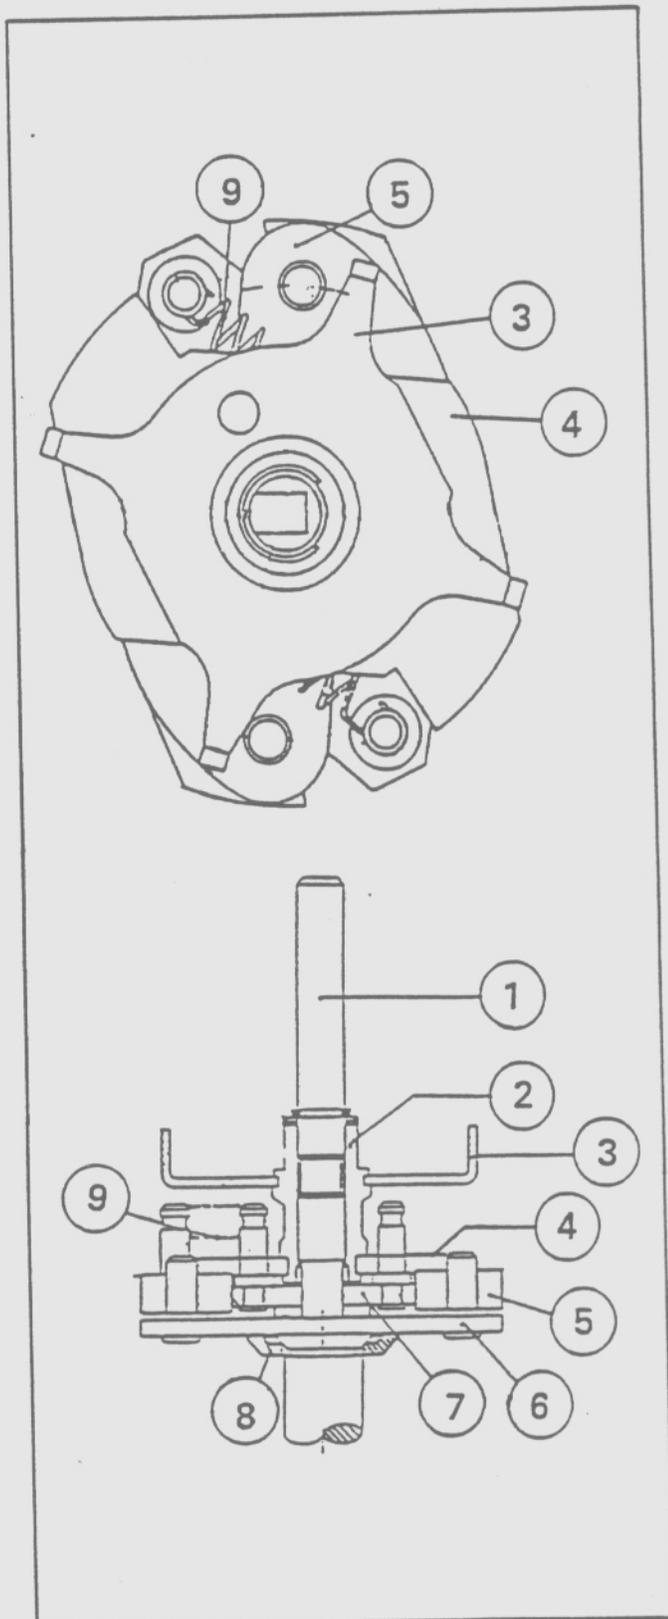

Fig. 3. -Avance centrífugo
a) **Avance centrífugo:** Este sistema está compuesto, básicamente, por un conjunto de contrapesos y leva. El concepto de rodadura está aplicado en el movimiento relativo de estas piezas, disminuyendo el desgaste en forma considerable. (Fig.3) Los contrapesos se abren o se cierran por efecto de la fuerza centrífuga, que está relacionada con la velocidad del motor. Al aumentar la velocidad del mismo los contrapesos se abren y hacen que se produzca el desfase entre le conjunto porta reluctor y el eje de comando. En oposición a este desfase, tenemos dos resortes calibrados que son los encargados de controlar el avance.